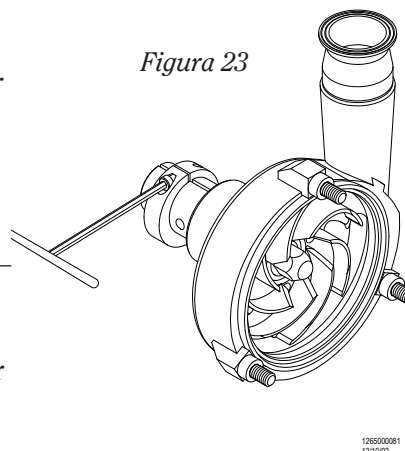

Figura 23
- Apriete el tornillo del collarín del eje (nº5). (Figura 23).